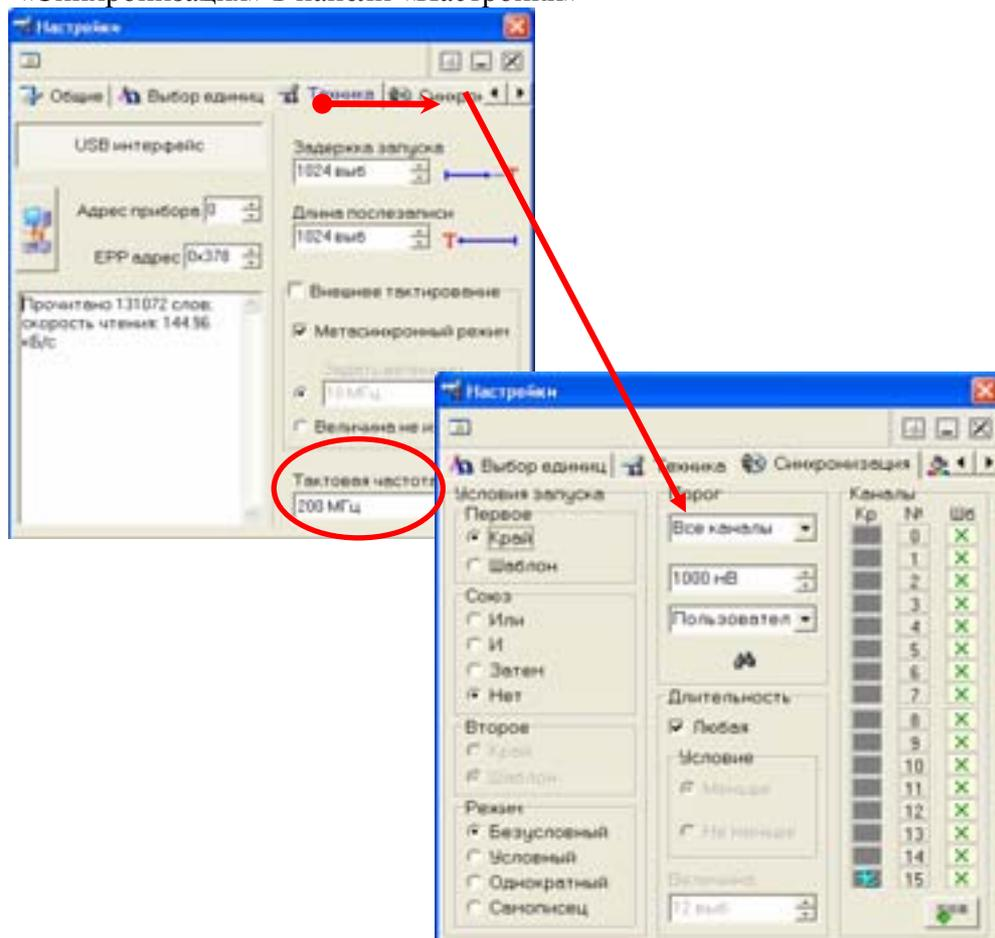

Рис.9 Панель «Синхронизация»
- Краевое условие – установите по каналу 15 (синхронизирующий импульс) логического анализатора с обозначением на плате – «SYNC» по нисходящему фронту как показано на рис.9